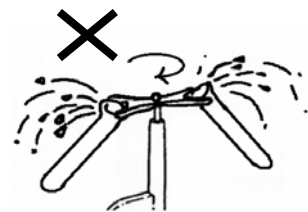

図35 遠心分離
- (ア) 遠心分離器の沈殿管（小さな試験管）に試料溶液を入れすぎると、回転初期に液がこぼれて振り撒かれることがあるため、7分目以上は入れない。(図35)